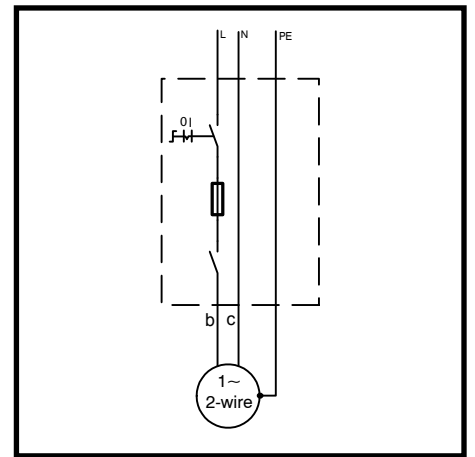

Fig.: 15
2. Conexão de aço inoxidável especial com 2 fios (Fig.: 15)